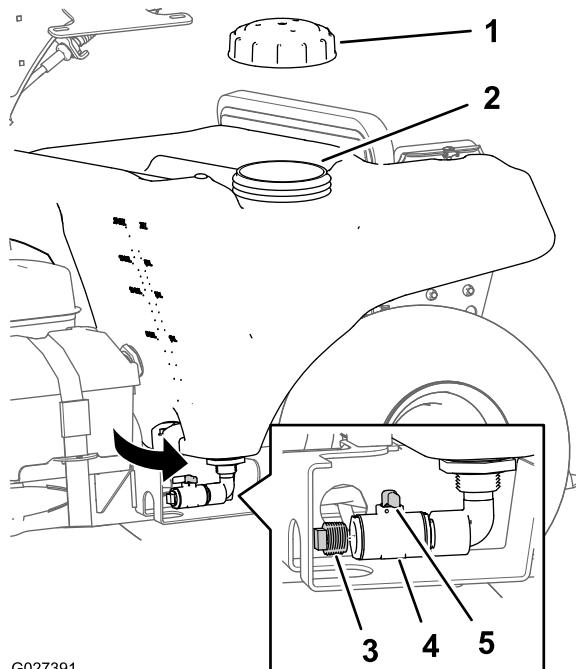

Figura 49
2. Asegúrese de que las palancas de los patrones de fumigación estrecho y ancho están en la posición de CERRADO y que la maneta de la válvula de vaciado del depósito está girada 90° en sentido antihorario a la posición de CERRADO (Figura 49).
4. Abra el tapón del depósito de fumigación (Figura 49).